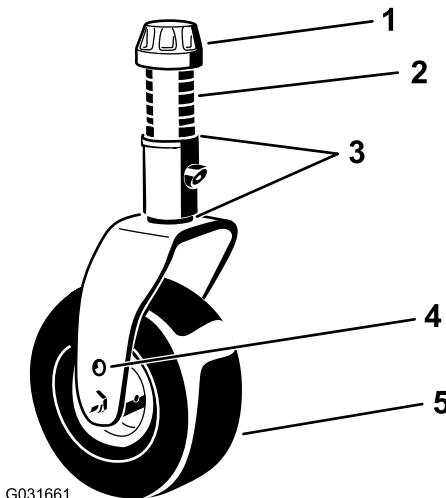
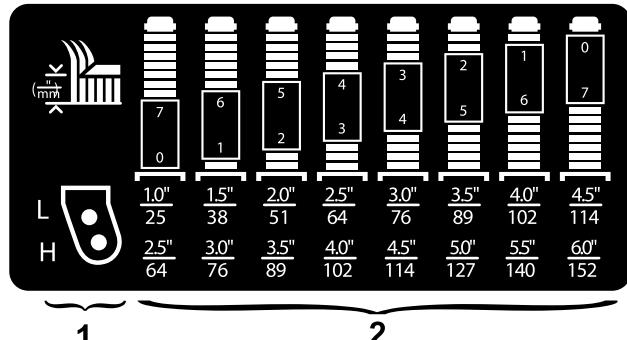

図8
図9
左右のキャスタフォークの同じ穴にキャスタホイールの軸をセットする。セッティング用の穴の選択については図8および図9を参照してください。
1. スピンドルシャフトからテンショニングキャップを取り図8、キャスタアームからスピンドルを抜き出す。最初についていたように、スピンドルシャフトにシムを2枚セットする。これらのシムは、デッキ全体の左右の水平調整に必要となる。
2. 適正数のスペーサをシャフトにセットして希望の刈高にする図8。
刈高と、必要なシムの組み合わせとの関係は図9にて確認する。